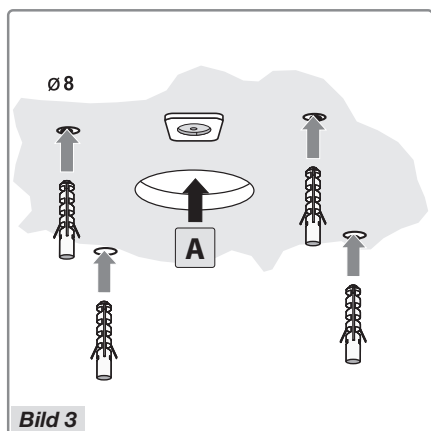

Bild 3
- Forma luftutsläppets öppning A (Bild 3).